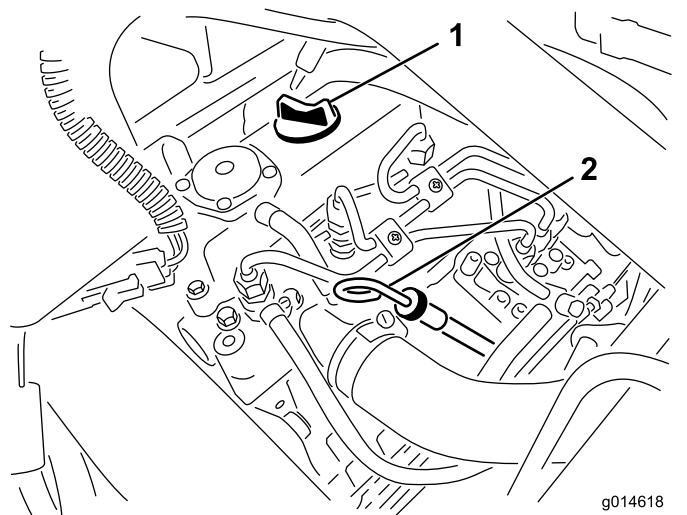

Figura 34
2. Scoateți joja și tergeți-o cu o lavetă curată (Figura 34).